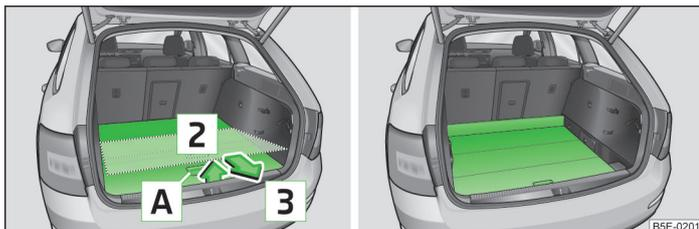

Fig. 96 Réglage de la position inférieure du plancher de chargement variable / plancher de chargement variable sur sa position inférieure
- Saisissez la partie arrière du plancher de chargement variable par la poignée **A** » fig. 96.